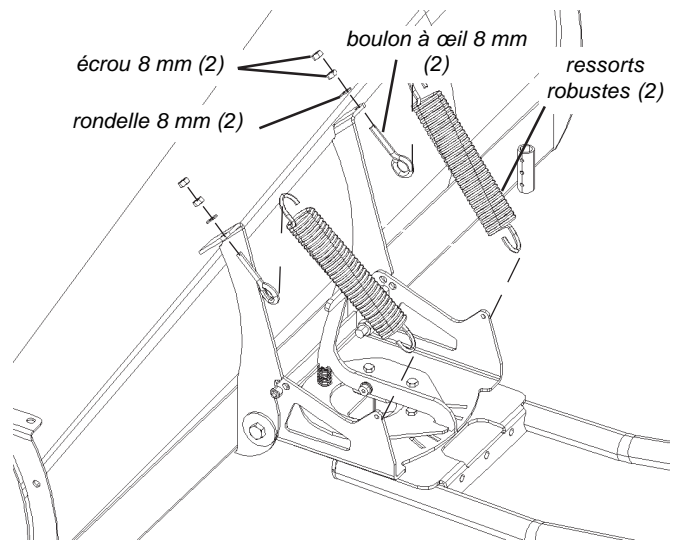

Figure 4 Assemblage des ressorts de lame
5. Assemblez les ressorts de lame tel qu'indiqué à la figure 4. Enfilez un boulon à œil de 8 mm de diamètre dans le petit trou situé sur la bride centrale coudée de la lame. Terminez le boulon à œil avec une rondelle de 8 mm de diamètre et un écrou. Accrochez le ressort de lame robuste sur la partie arrière de la bride latérale de la base de lame et à l'œillet du boulon à œil. Serrez l'écrou de 8 mm jusqu'à ce que le ressort soit tendu (c.-à-d. jusqu'à ce qu'il soit difficile d'enlever le ressort du boulon à œil). Une fois la tension voulue obtenue, terminez le boulon à œil avec un second écrou de 8 mm de diamètre et serrez-le contre le premier écrou de même dimension. Si les écrous sont installés correctement, ils ne doivent pas pouvoir se dévisser de l'extrémité du boulon à œil.